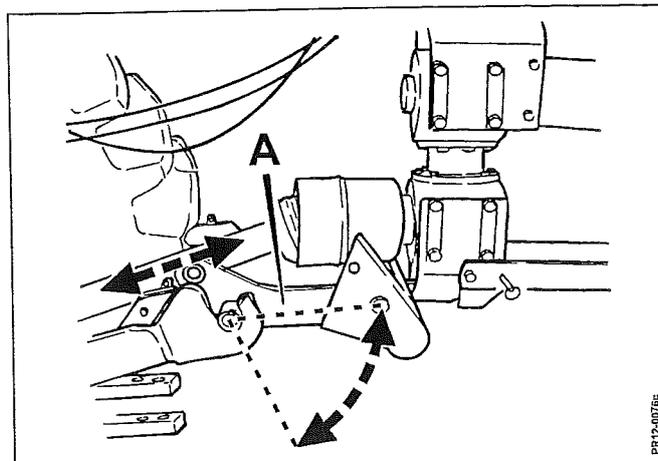

Fig. 2-5
- **ikke i nogen stilling har mindre end 200 mm overlappning** (Her tænkes specielt på situationer hvor sikkerhedstrækket, (TOP SAFE systemets støddæmper), vil udløses f.eks. ved påkørsel af sten der sidder fast i jorden, se Fig. 2-5).